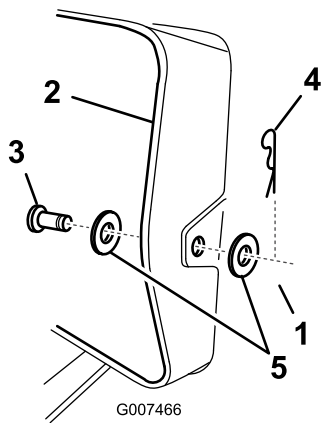

Figura 16
7. Sollevate il cesto di raccolta e rimuovete la coppiglia, le 2 rondelle e il perno con testa che fissano il tubo di scarico alla piastra posteriore (Figura 16).
7. Sollevate il cesto di raccolta dell'erba e rimuovete la coppiglia e il perno con testa che fissano il tubo di scarico alla piastra posteriore (Figura 16).
13. Sollevate il cesto di raccolta dell'erba e montate il perno con testa e la coppiglia per fissare il tubo di scarico alla piastra posteriore (Figura 16).